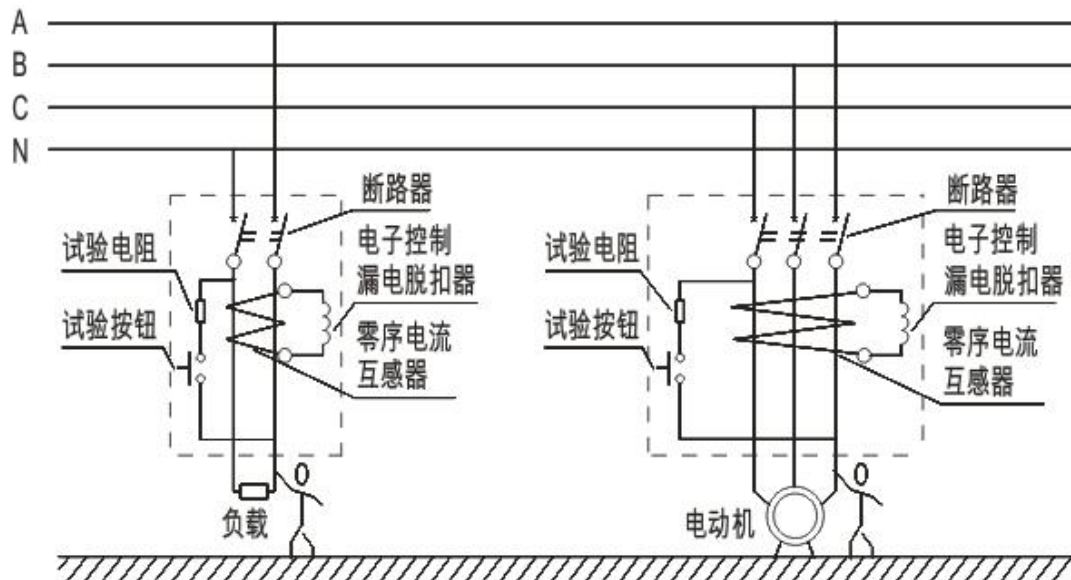

图 15 工作原理图
5.2 当被保护电路中有故障电流或人身触电时，只要故障电流达到整定动作电流值，零序电流互感器的二次绕组的输出信号就触发可控硅导通，并通过漏电脱扣器使剩余电流动作断路器动作，从而切断电源起到故障电流和触电保护作用。工作原理图见图 15。